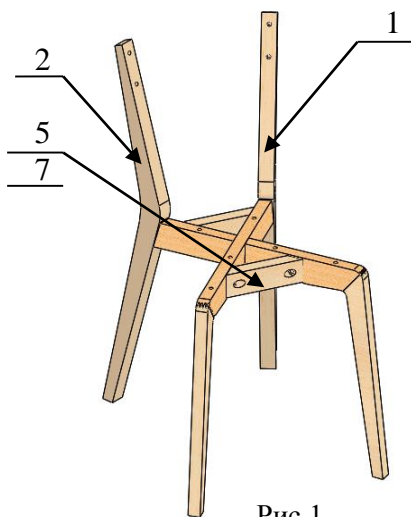

Рис.1
- 2.1. Собрать каркас стула. Боковину верхнюю (1) вложить в боковину нижнюю (2), присоединить сухари (5), при помощи винтов-стяжек (7). Винты-стяжки наживить на 5-6 оборотов. (Рис.1).